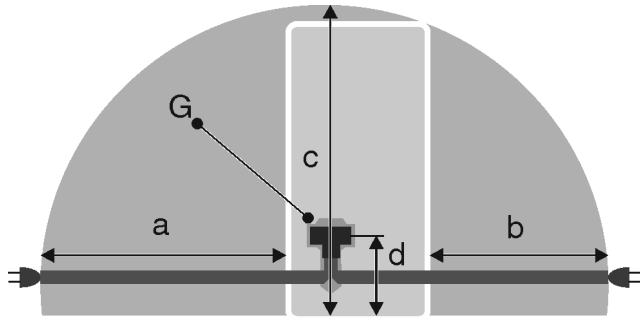

Fig. 23 \*
- Розетка лежить не за пристроєм, а в зонах a або b Fig. 23 (a, b, c).
- ▶ Встановіть штекер пристрою Fig. 23 (G) на задній стороні пристрою. Слідкуйте за правильною фіксацією.